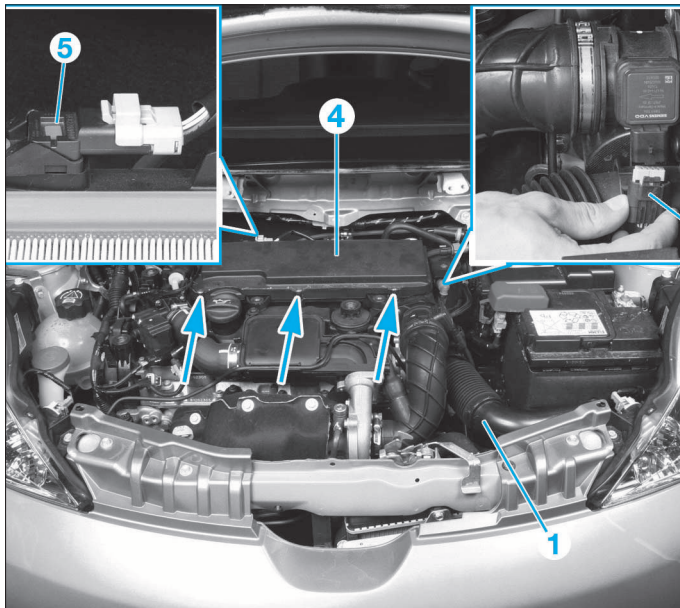
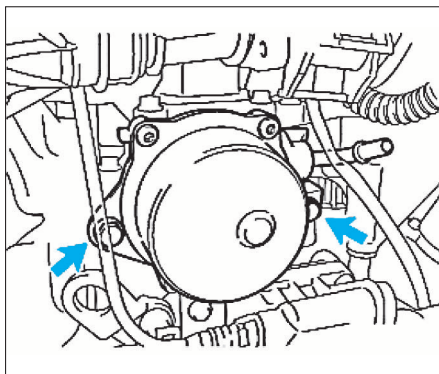

FIG. 16
FIG. 17
- Déposer l'entrée d'air (1) (fig. 16).
- Débrancher le connecteur (2) du débitmètre d'air.
- le tuyau (3).
- les 3 vis du couvercle de filtre à air (4).
- le capteur de pression de turbo (5) après avoir débrancher son connecteur.
- Déposer (fig. 17) :